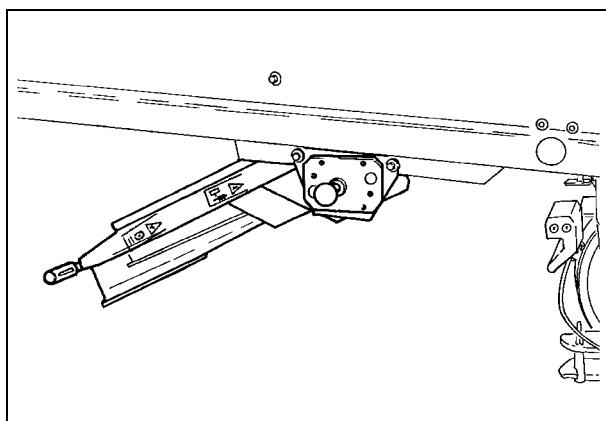

Рис. 39
- Горизонтальное положение (Рис. 39), для разборки сит
**ВАЖНОЕ ЗАМЕЧАНИЕ:** Если прицеп используется для транспортировки жатки, переведите разбрасыватель соломенной сечки в горизонтальное положение перед тем, как присоединить прицеп к сцепному устройству (Рис. 39).